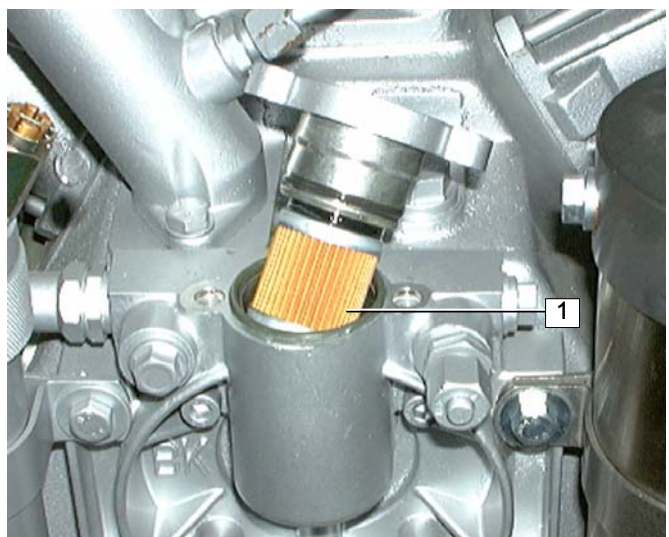

Рис. 36 Замена масляного фильтра
- Снимите масляный фильтр (1, Рис. 36) с резиновой прокладки на крышке. Вставьте новый фильтрующий элемент, снова установите и закрепите крышку.